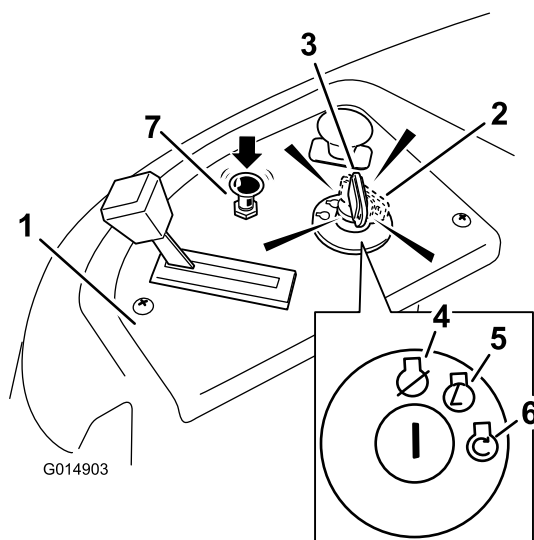

Figura 14
4. Girate la chiave di accensione in posizione Start per attivare il motorino di avviamento; Rilasciatela quando il motore si accende (Figura 14).
5. Dopo l'avvio del motore, premere il comando dello starter (Figura 14). Se il motore si spegne o esita, tirate verso l'alto il comando dello starter e lasciate girare il motore per alcuni secondi. Quindi premete il comando dello starter. All'occorrenza, ripetete il procedimento.
3. Girate la chiave di accensione in posizione Off (Figura 14) e toglietela.